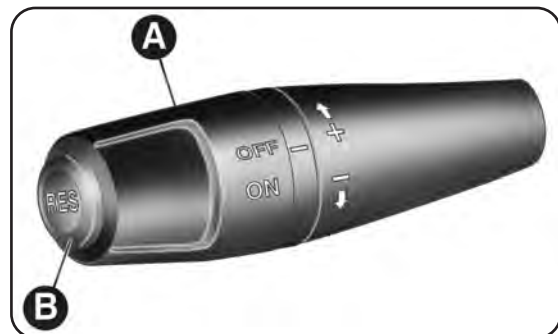

fig. 43
Ruota la ghiera A-fig. 43 su ON. Il dispositivo non può essere inserito in 1ª marcia o in retromarcia: è consigliabile inserirlo con marce uguali o superiori alla 5ª.
- ruota la ghiera A-fig. 43 su ON e premi l'acceleratore fino a portare la vettura alla velocità desiderata;
- premi il pulsante RES (B-fig. 43).
- ruotare la ghiera A-fig. 43 in posizione OFF;
In caso di funzionamento difettoso od avaria del dispositivo, ruota la ghiera A-fig. 43 su OFF e rivolgiti ai Servizi Autorizzati Alfa Romeo.